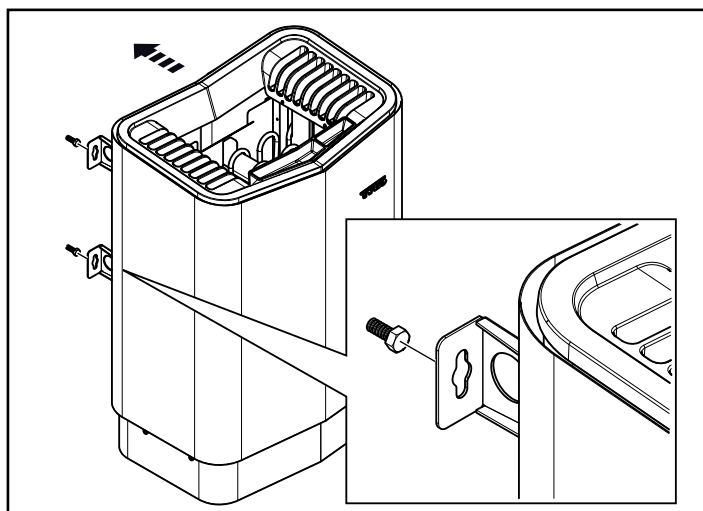

Рисунок 13: Навесьте нагреватель.
7. Навесьте нагреватель на винты (см. Рис. 13).